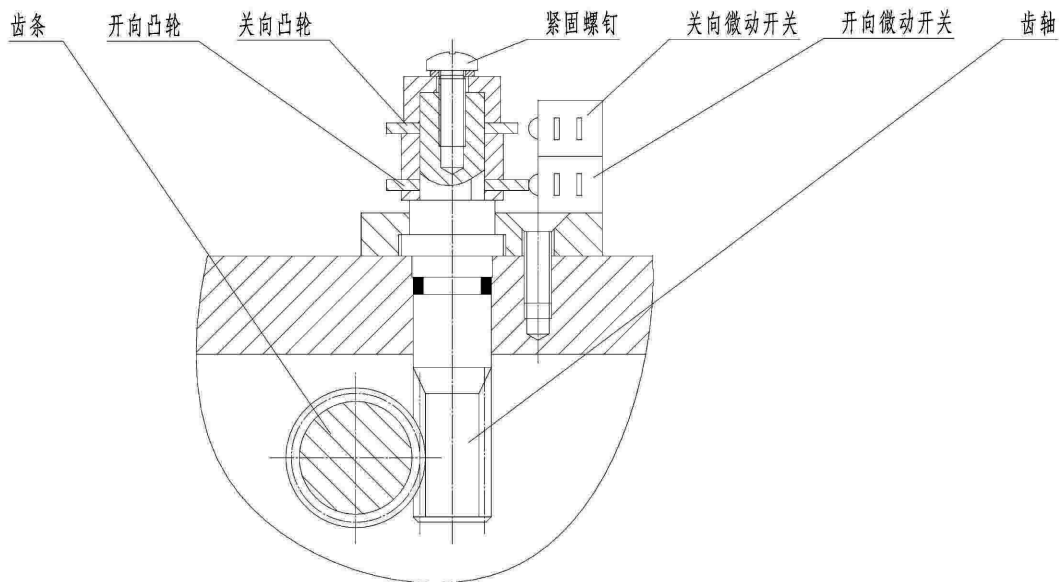

图4 力矩控制机构
5.3 力矩控制机构：结构见图4。当输出轴上受到一定转矩后，蜗杆除旋转外还产生轴向位移，由蜗杆上的齿条带动齿轴转动，当输出力矩增大到整定转矩时，则紧固在齿轴上的凸轮使微动开关动作，从而切断电动机电源，电动机停转，以此实现对电动装置输出转矩的控制，达到保护阀门的目的。
7.1 力矩控制机构的调整（参见图 4）